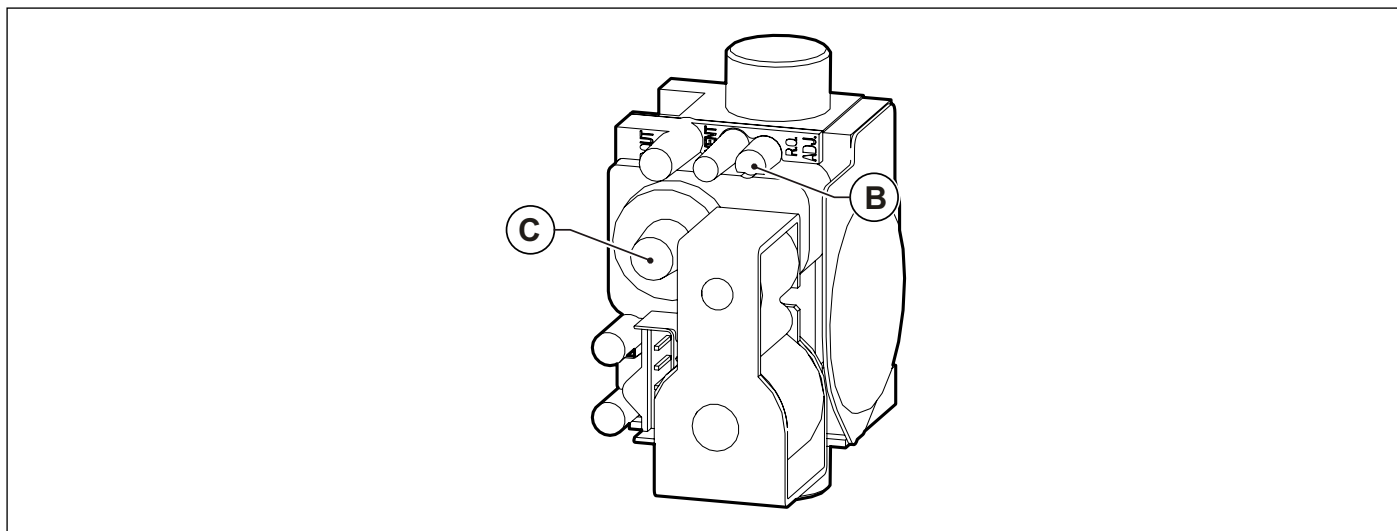

Рис. 25 Регулювання концентрації вуглекислого газу
- Відрегулюйте рівень вмісту вуглекислого газу (CO₂) в димових газах, обертаючи гвинт «offset» **C** (дивись Рис. 25 Регулювання концентрації вуглекислого газу) та переконайтеся, що його значення знаходиться у межах, вказаних в Таб. 11 Вміст CO₂ в димових газах.